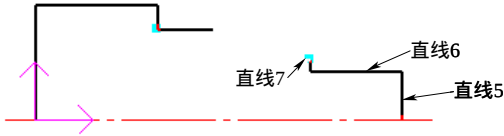

图 4-9 绘制直线
5) 选择下拉菜单“绘图”→“直线”命令，或者单击“绘图工具”工具栏上的“直线”按钮，设置立即菜单选项为“连续”和“正交”，系统提示：第一点（切点，垂足点），要求输入直线的第一点，输入坐标（60，0），系统提示输入第二点。输入长度 8，绘制直线 5；输入长度 15，绘制直线 6；输入长度 2，绘制直线 7。结果如图 4-9 所示。